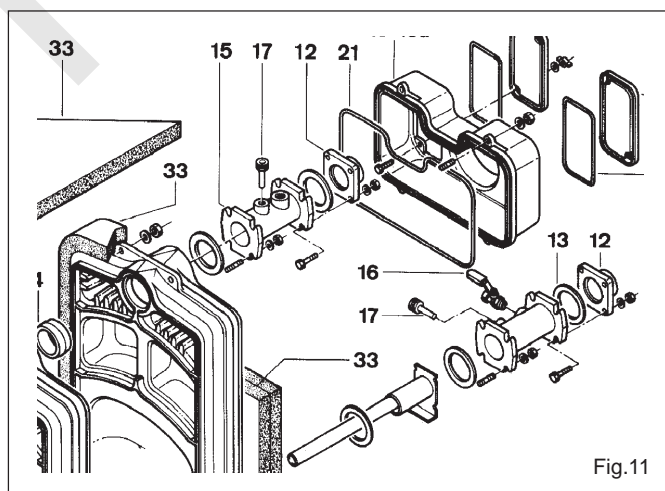

Fig.11
Válvula de esgoto (16, fig. 11)
- Com o acessório opcional "União metálica para o retorno" (15, fig.11) é fornecida uma válvula de esgoto (16) de 3/4"
Flange para soldar (12, fig. 11)
- Soldar as flanges às tubagens da instalação e, em seguida, fixá-las à caldeira intercalando a sua junta (13) por meio de 4 parafusos HM 12 e das respectivas 4 anilhas.
- Se se instalarem os acessórios opcionais "União metálica de ida e retorno" (15, fig.11), será necessário montar primeiro as uniões. Em seguida, fixar as flanges (12) às uniões.
Uniões metálicas de ligação (Acessório opcional) (15,fig.11)